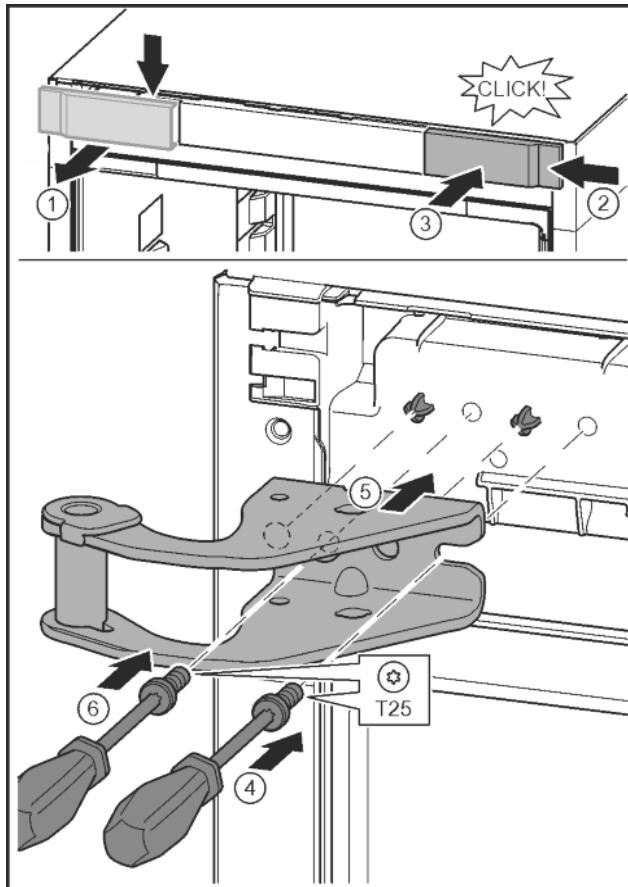

Fig. 10
- Відпустіть кришку та зніміть збоку. Fig. 10 (1)
- Почепіть кришку, що повернута на 180°, з іншого боку праворуч. Fig. 10 (2)
- Зафіксуйте кришку. Fig. 10 (3)
- Встановіть гвинт за допомогою викрутки T25. Fig. 10 (4)
- Встановіть верхній опорний кронштейн. Fig. 10 (5)
- Закрутіть гвинт. Fig. 10 (4)
- Встановіть та закрутіть гвинт за допомогою викрутки T25. Fig. 10 (6)